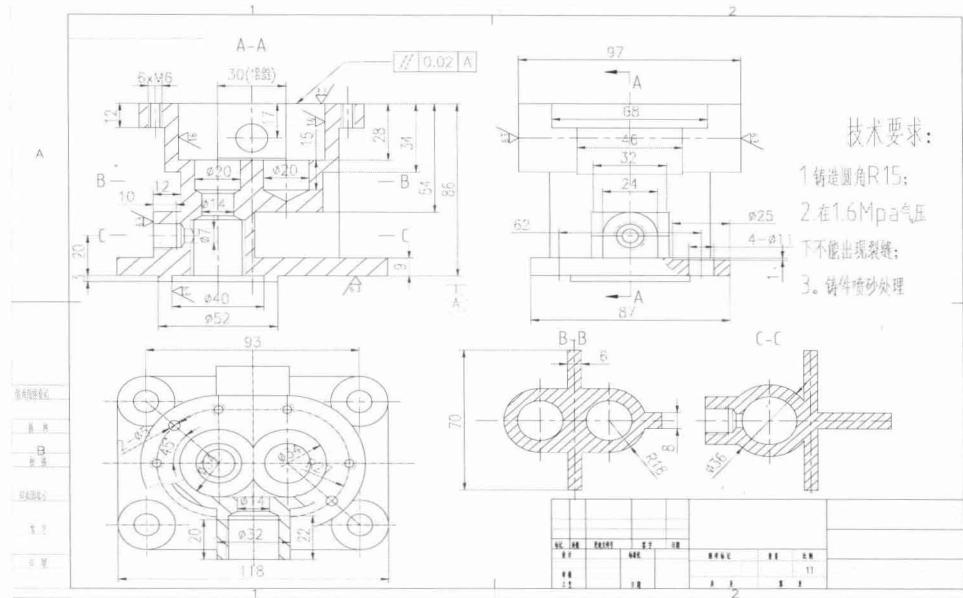
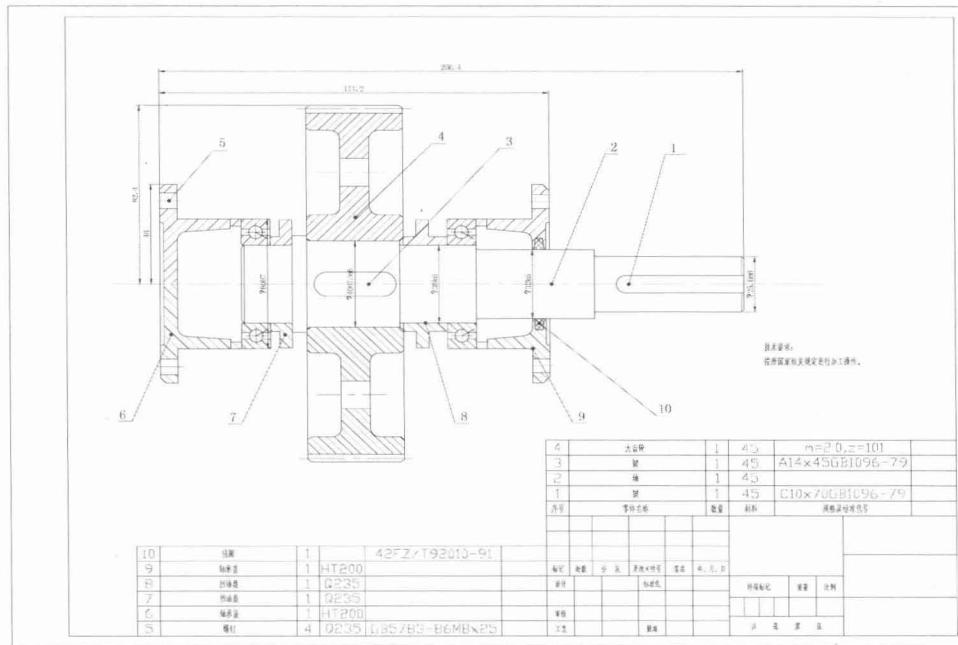

图 1-3 缸体零件图的标注
图 1-4 传动轴装配图的标注
(1) 尺寸标注。尺寸标注的种类和要求比较多，应根据具体的情况标注。在零件图中，一般要求进行详细的标注，包括倒角、角度、长度等，以保证生产加工零件的精确度。装配图中则只需要标注主要尺寸。
(2) 标注粗糙度和基准面。只要求对零件图进行此类标注，装配图中不需要进行此类标注。
(3) 零件序号。零件序号只需要在装配图中标出，主要是为了在零件明细表中说明对应的零件。图 1-3 所示的是缸体零件图的标注，图 1-4 所示的是传动轴装配图的标注。